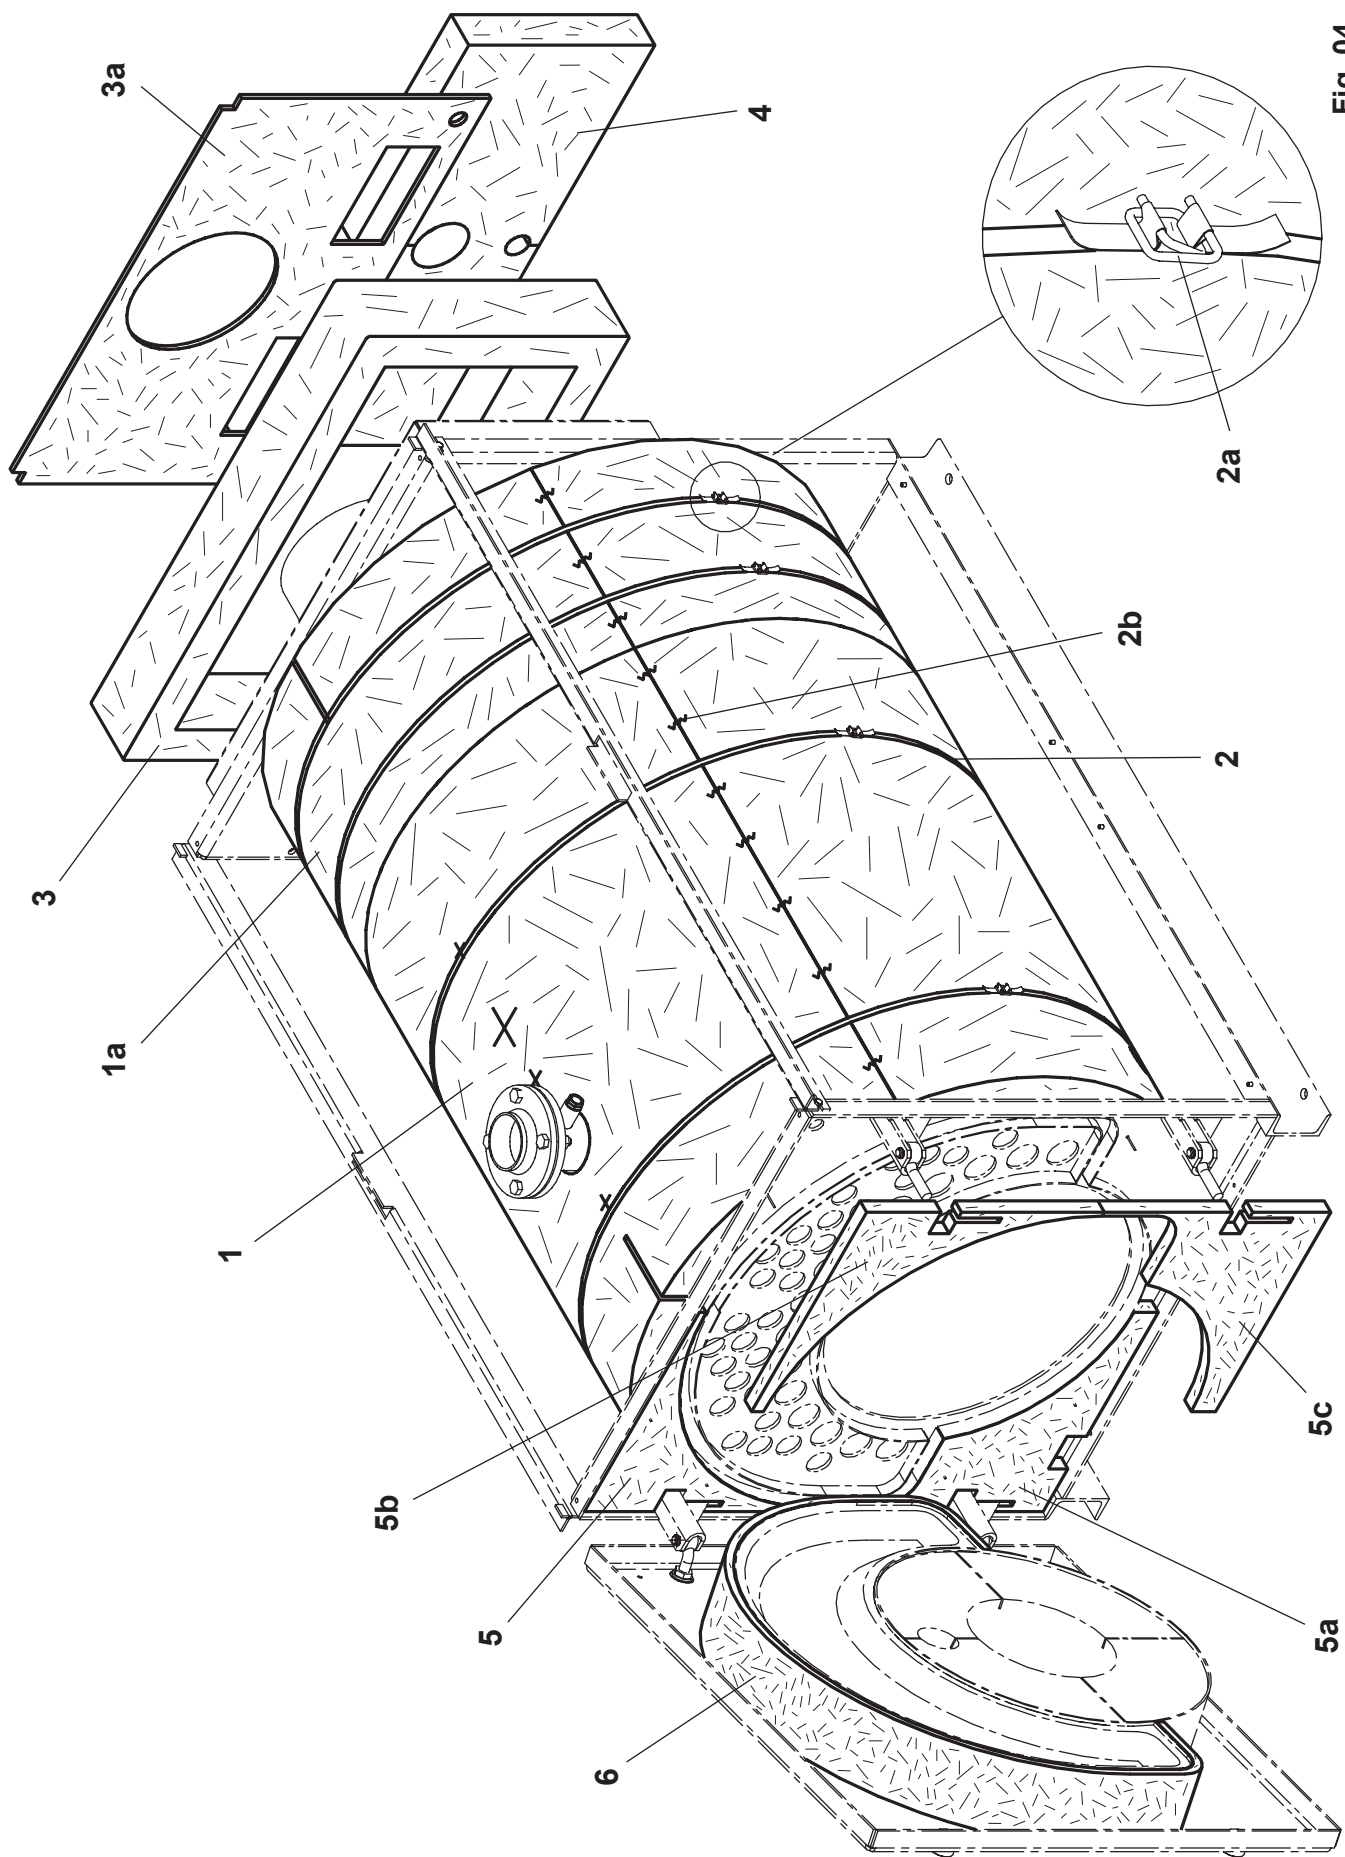

Fig. 04
1. Изоляционный мат (1/1a, Рис. 04) обернуть вокруг корпуса котла (черной стороной наружу).
2. Закрепите изоляционные маты (1/1a) пластиковыми ремнями (2) и застешками на ремешках (2a):
4. Поместите изоляционные маты (4, Рис. 04) на контакты, приваренные к задней стенке котла и закрепите держащими дисками (Рис. 03).
5. Поместите изоляционные маты (5/5a/5b/5c, Рис. 04) на контакты, приваренные к передней панели котла и закрепите держащими дисками (Рис. 03).
6. Оберните изоляционные маты (6, Рис. 04) вокруг навесного фланца и закрепите держащими дисками (Рис. 03).